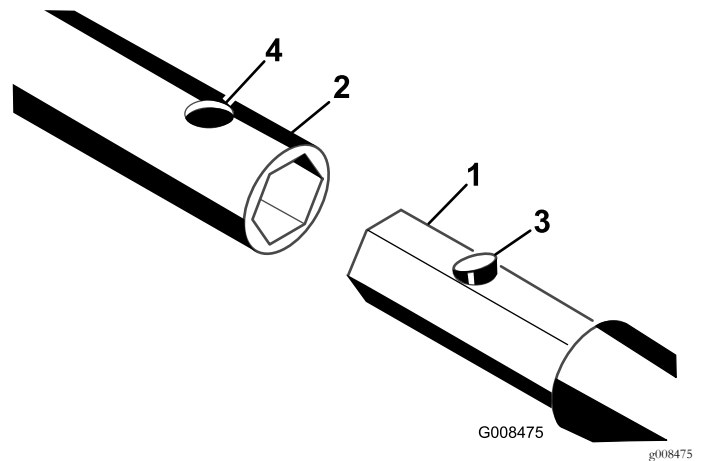

Figura 3
2. Deslice el extremo hexagonal de una varilla, una broca o un escariador en el alojamiento. Alinee el orificio del alojamiento con el conector de botón (Figura 3).
3. Presione el conector de botón e introduzca el extremo a presión en el alojamiento hasta que el conector encaje en el orificio del alojamiento (Figura 3).